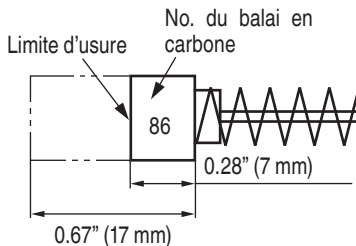

Fig. 10
5. Contrôle des balais en carbone (Fig. 10)
Utiliser le balai en carbone metabo HPT No. 86 indiqué sur la Fig. 10.